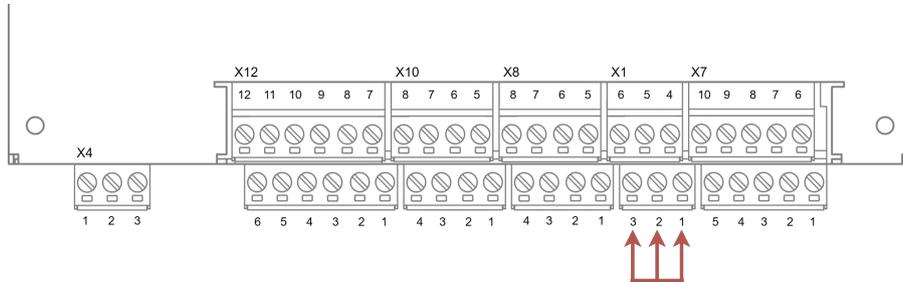

Abbildung 5: Verdrahtung Update Stecker
- Update Stecker verdrahten wie in Abbildung 5 gezeigt.